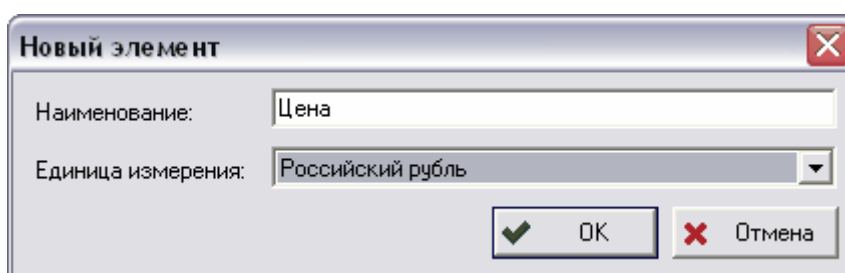

Рис. 79 Новый элемент
2. В появившемся диалоговом окне **Новый элемент** заполните поле **Наименование** и выберите единицу измерения столбца (Рис. 79).